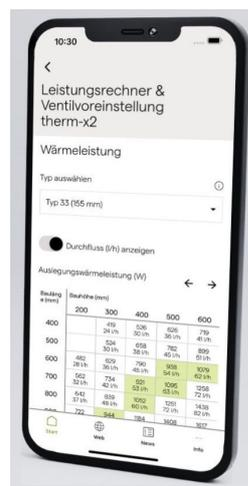

Bild 5: x-service App.
- Die x-service App ist ein digitaler Helfer, der vier Berechnungsbausteine rund um die Installation vereint. In wenigen Schritten können der passende Heizkörper und wichtige Leistungs- und Einstellungswerte, wie Wärmeleistung, Heizlast oder Ventilvoreinstellung, ermittelt werden (Bild 5).